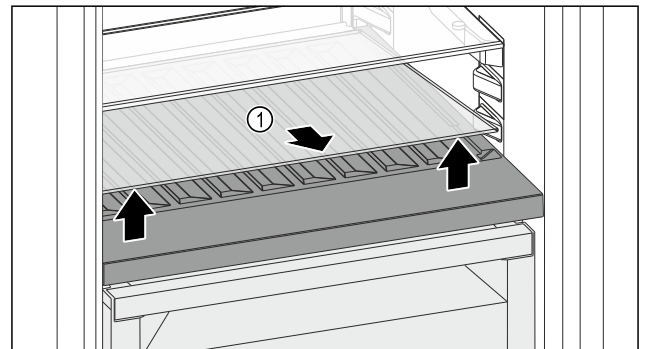

Fig. 114
- Soulever la plaque de verre Fig. 114 (1) au niveau de l'évidement avant et la retirer.
- Entreposer la plaque de verre Fig. 114 (1) dans un endroit sûr hors de l'appareil.